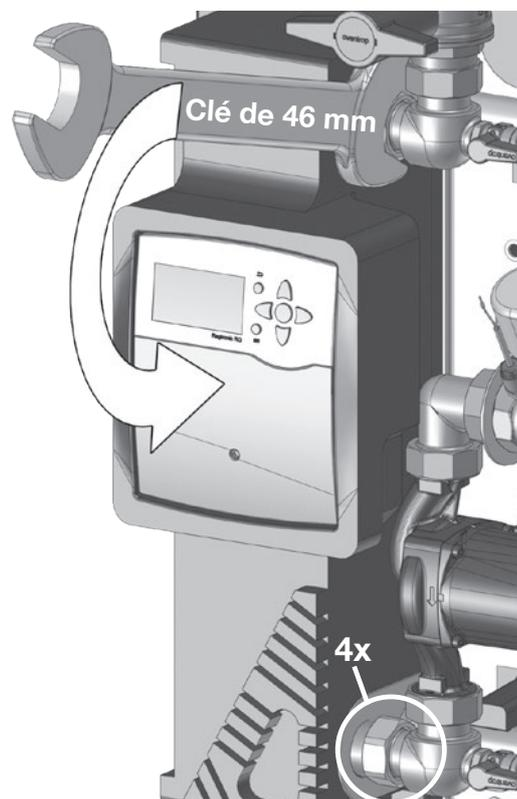

Fig. 5.6: Desserrer les  crous d'accouplement de l' changeur de chaleur
6. Desserrer les quatre  crous d'accouplement de l' changeur de chaleur   l'aide d'une cl  plate de 46 mm (Fig. 5.6).